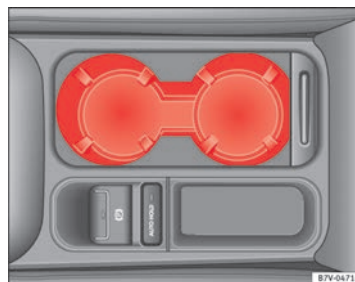

Fig. 116 Console centrale anteriore: portabicchieri.
- Per *aprirlo*, tirare indietro il coperchio ⇒ fig. 116.